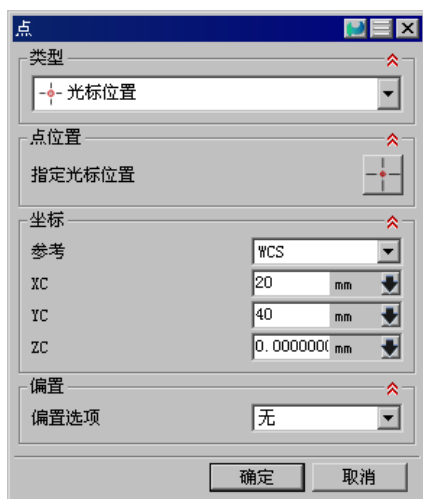

图 9.32 “点”对话框
Step4. 设置非切削参数。单击“螺纹 OD”对话框中的“非切削参数”按钮 , 系统弹出“非切削移动”对话框。选择 **离开** 选项卡, 在 **刀轨选项** 下拉列表中选择 **点** 选项, 在 **运动到离开点** 下拉列表中选择 **径向→轴向** 选项, 然后单击“点对话框”按钮 , 系统弹出“点”对话框, 在绘图区域选取图 9.32 所示的点, 单击 **确定** 按钮。